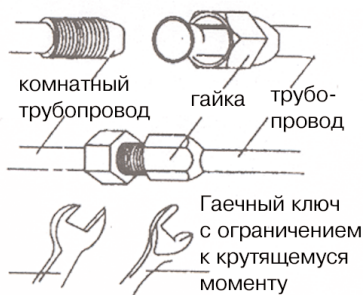

Рис. 13
- Затягивать гайку гаечным ключом с ограничением по крутящему моменту до тех пор, пока не раздастся щелчок (смотри рис.13)